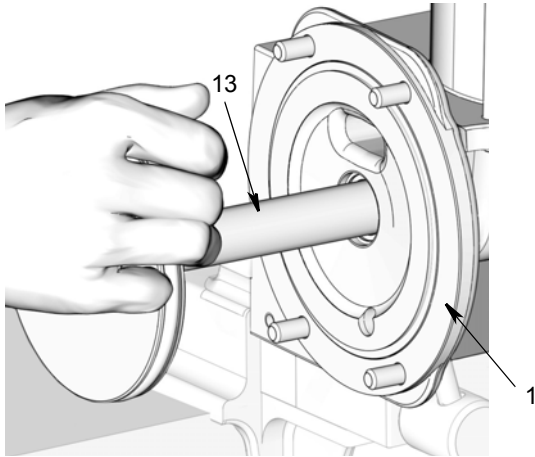

FIG. 51
- f. Aplique una capa fina de grasa por toda la longitud el vástago del pistón (13). Presione suavemente el vástago del pistón en la base de la bomba (1) con un movimiento de presión y giro para ir introduciendo el vástago por las juntas y los espaciadores previamente montados (FIG. 51).